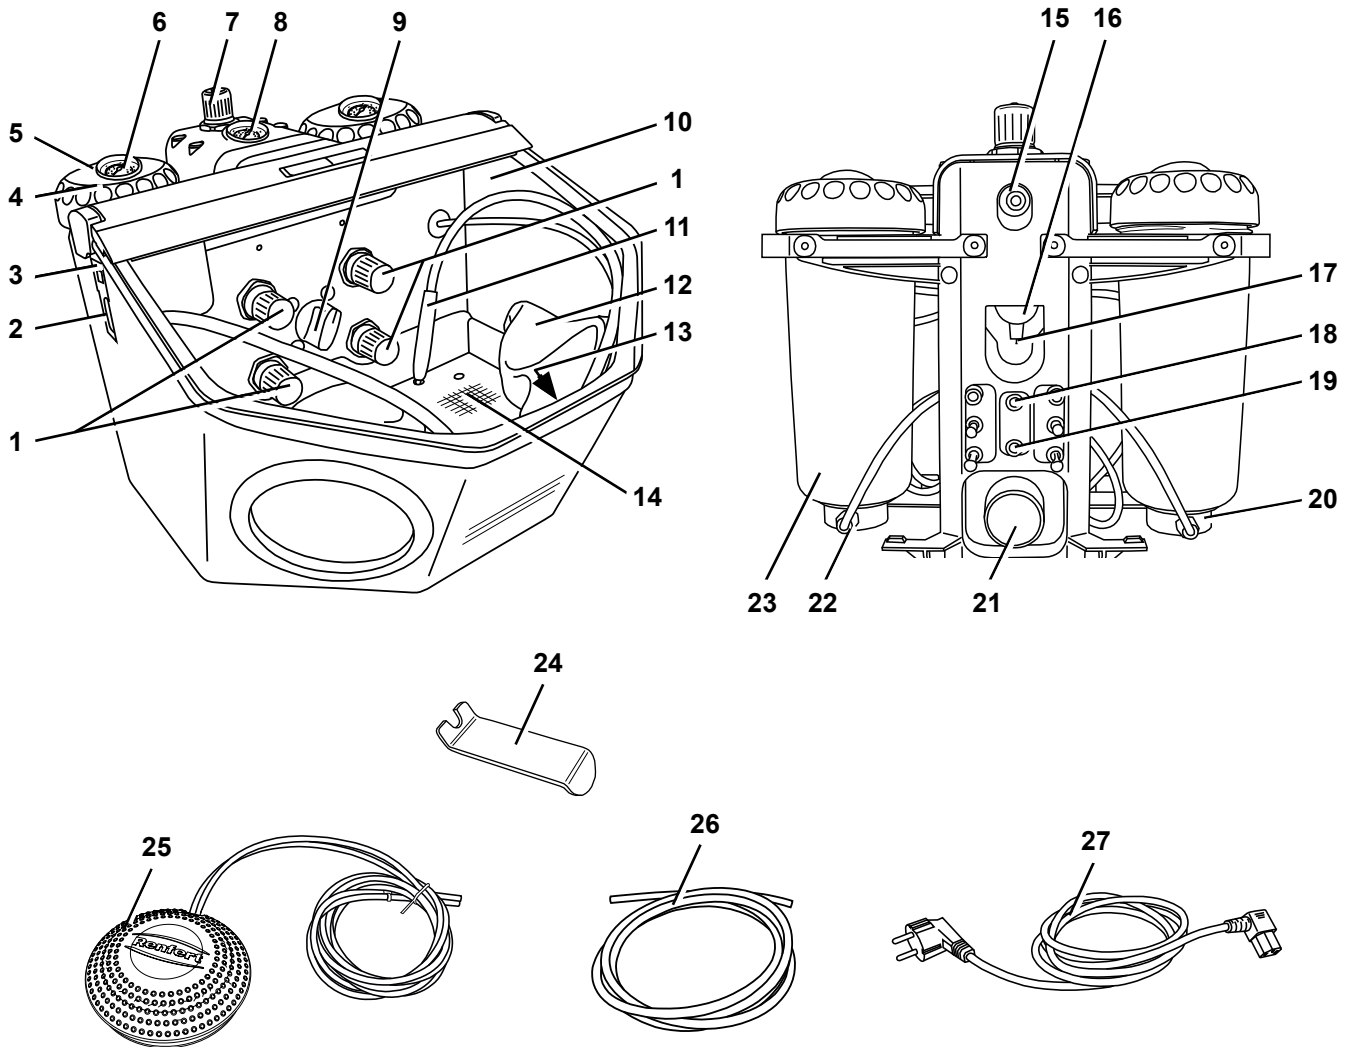

图 1
- ⇒ 将压缩空气软管 (26) 推到软管接头上 (15), 尽可能推到底。在推入过程中须克服略微的阻力。
- ⇒ 检查压力是否处于所需的级别 (参见技术参数)。压力会显示在压力表上(8) [图 1]。